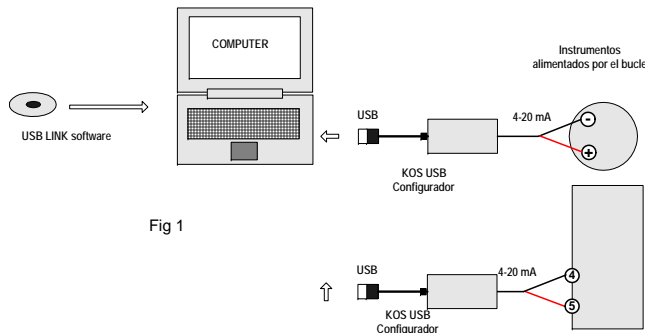

Fig 1
4.10 El software también configura los modelos KOS1603P y KOS1603TC. Para ello conecte el KOS directamente al puerto USB de su PC (Fig. 1) y el software detectará el modelo de KOS conectado.